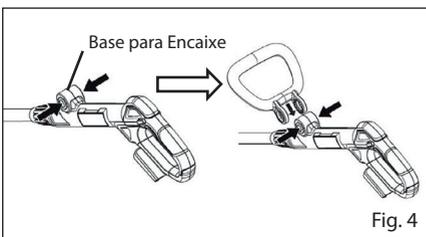

Fig. 4
**Montar o Punho Auxiliar (Fig. 4).**